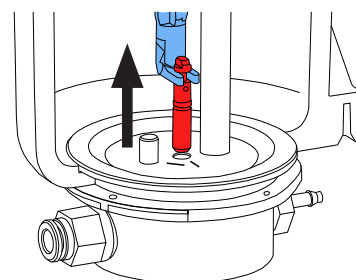

Fig. 12
- ⇒ Afferrare l'ugello dosatore con l'attrezzo e sfilarlo verso l'alto (Fig. 12).